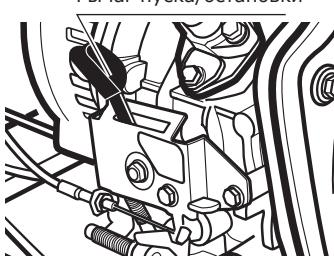

Рис. 15
- Установите рычаг пуска/остановки двигателя в положение «Пуск» (рис. 15).